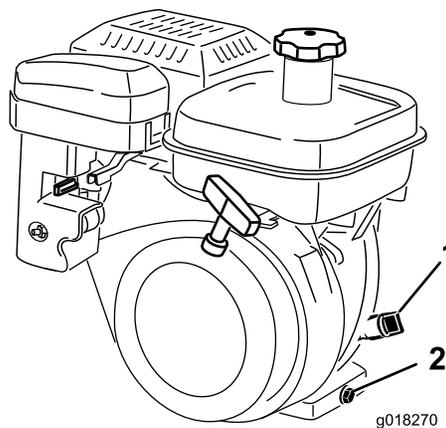

Figura 34
3. Limpe em redor do indicador de nível de óleo (Figura 34)
4. Retire o medidor de nível do óleo, rodando-o no sentido contrário ao dos ponteiros do relógio (Figura 34).
2. Coloque um recipiente de drenagem na traseira da máquina, debaixo do tampão de escoamento (Figura 34). Solte o tampão de escoamento.